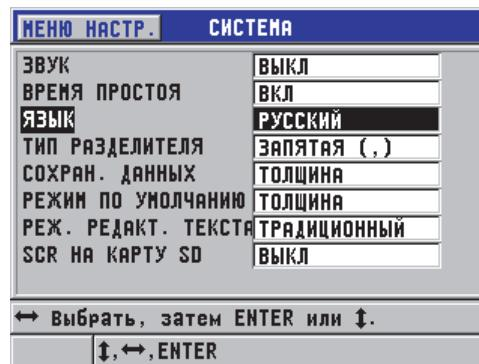

Рис. 4-1 Окно СИСТЕМА
2. В диалоговом окне **СИСТЕМА** (см. Рис. 4-1 на стр. 54):